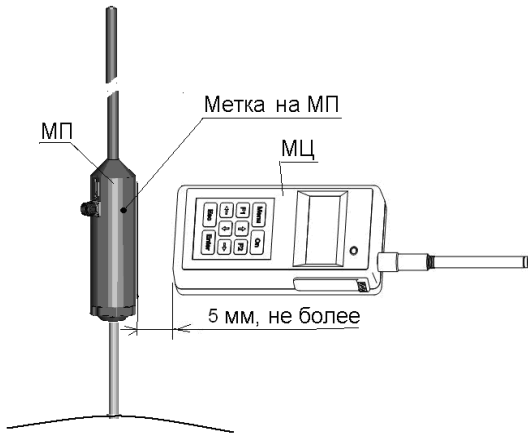

Рисунок 1.12 – Определение номера МП
- «Группированный», выводятся одно сообщение о тревоге, при пересечении объектом обнаружения участка охраны; которому поднесен МЦ, рисунок 1.12.
Опция «Определить МП» позволяет определить номер МП к которому поднесен МЦ, рисунок 1.12.